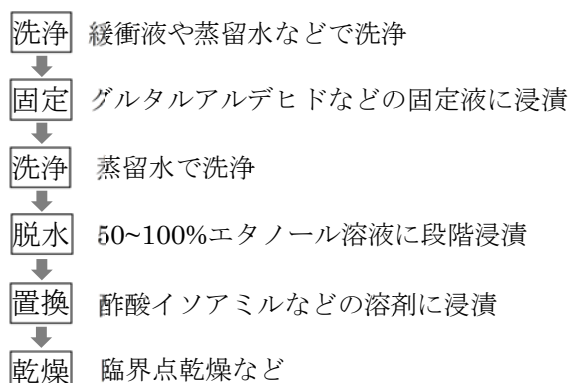

図1 化学固定法の手順
生物試料の観察は、試料の性質や観察の目的に応じて①自然乾燥して観察、②化学固定により観察、③物理固定（凍結、クライオ法）により観察、④低真空条件で観察のいずれか、もしくは併用により行います。当センターでは主に化学固定法により生物試料を観察しています。その一般的な手順を図1に示します。